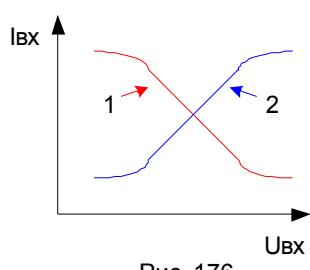

Рис. 176
- Входные характеристики (смотрите рисунок 176) – это зависимость входного тока I_{bx} ИМС от величины входного напряжения U_{bx} : $I_{bx} = f(U_{bx})$.